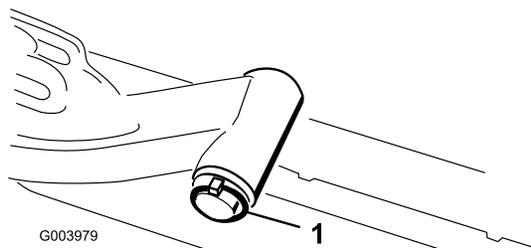

图11
A. 拆下将提升臂枢轴固定至提升臂的保险销和垫圈，将提升臂枢轴滑出提升臂（图11）。
C. 将提升臂轴插入提升臂，使用垫圈和保险销将其固定（图11）。